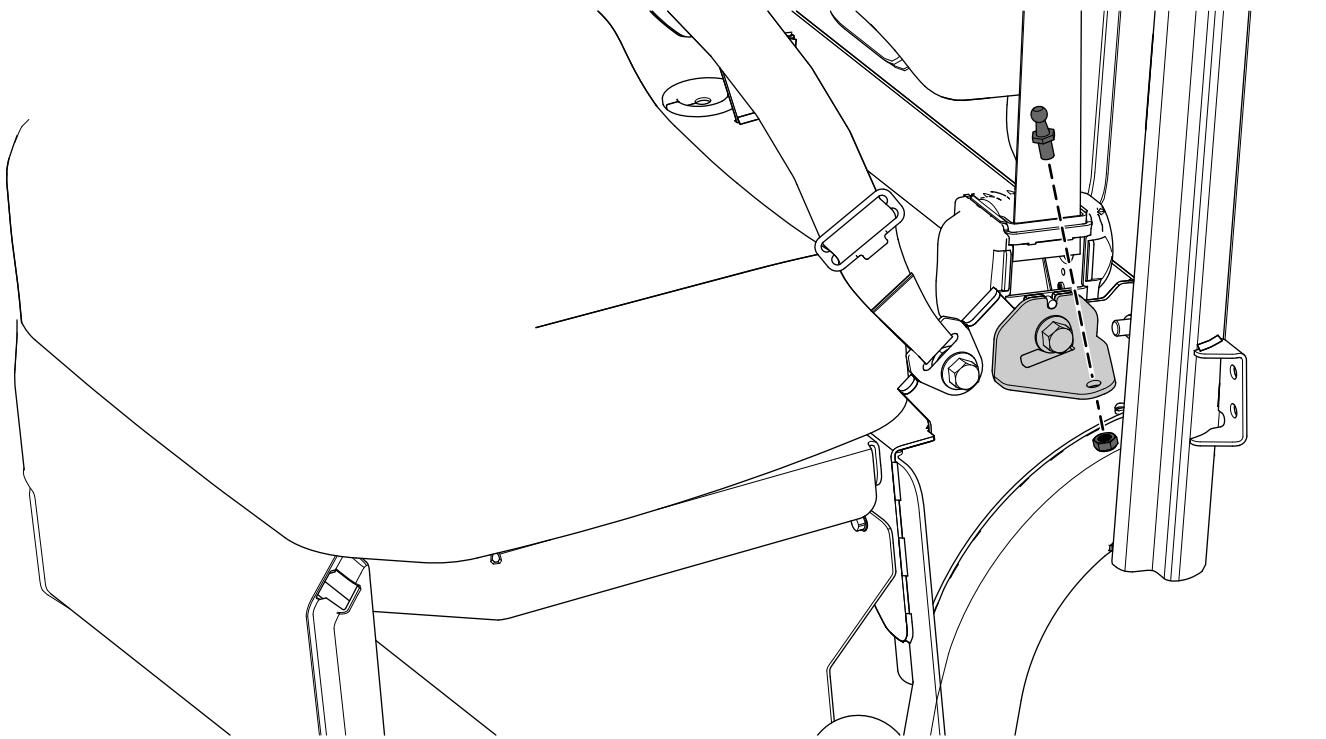

Bild 4
4. Befestigen Sie einen Lagerschuh an der linken Türstrebenhalterung mit einer Sicherungsmutter (5/16"), wie in Bild 4 dargestellt.